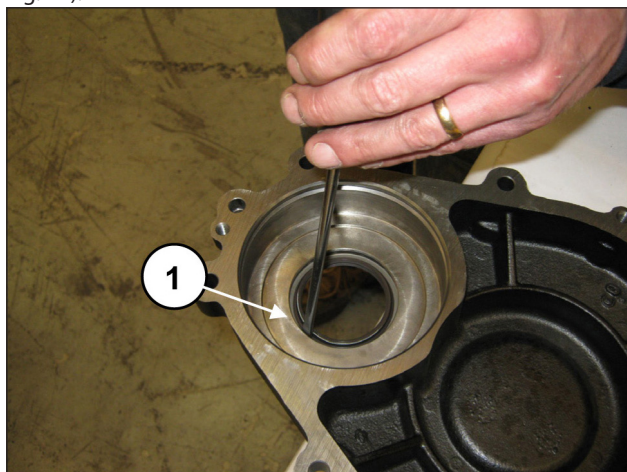

Fig. 11
Dégager le joint à lèvres ou bague d'étanchéité du couvercle du réducteur en agissant par l'intérieur du couvercle (rep. ①, Fig. 11).